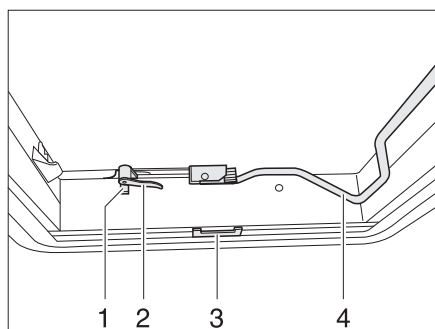
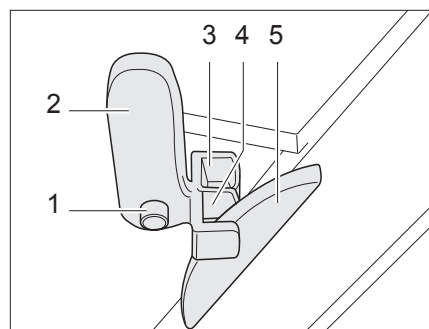

Fig. 46 Claraboya Heki, cerrada
Fig. 47 Claraboya Heki en posición de ventilación 1
- Pulsar el botón de seguridad (Fig. 46,1) y girar la palanca de bloqueo (Fig. 46,2) un cuarto de vuelta hacia dentro.
- Tirar hacia abajo de la horquilla (Fig. 46,4) para desbloquearla.
- Girar la palanca de bloqueo (Fig. 46,2 y Fig. 47,2) un cuarto de vuelta. El saliente del bloqueo del techo (Fig. 47,5) debe encajar en la horquilla de bloqueo superior (Fig. 47,3).
- Presionar el botón de seguridad (Fig. 47,1) y girar hacia atrás la palanca de bloqueo (Fig. 47,2). El saliente del bloqueo del techo (Fig. 47,5) debe encajar en la horquilla de bloqueo inferior (Fig. 47,4).